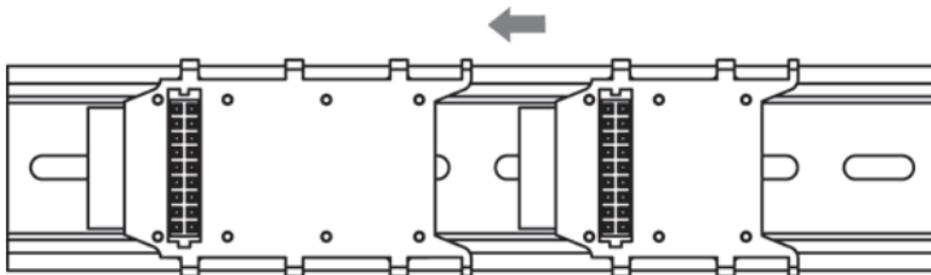

Рисунок 6.1
Соединители располагаются между модулями и DIN-рейкой (см. рисунок 6.1). Соответствующий модулю соединитель входит в комплект поставки.
- шинный соединитель контроллера установить замковым соединением с помощью крючков на DIN-рейке (рисунок 6.1);